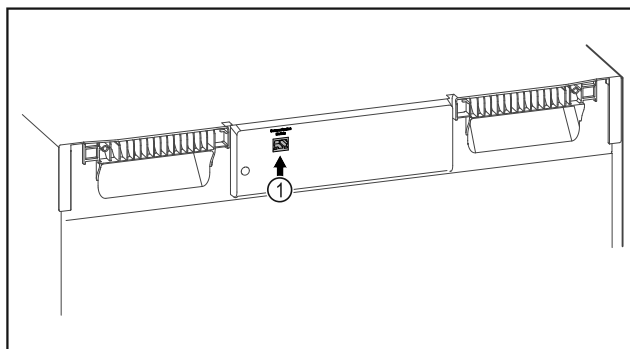

Fig. 113
- ❑ El SmartModule Fig. 113 (1) está colocado.